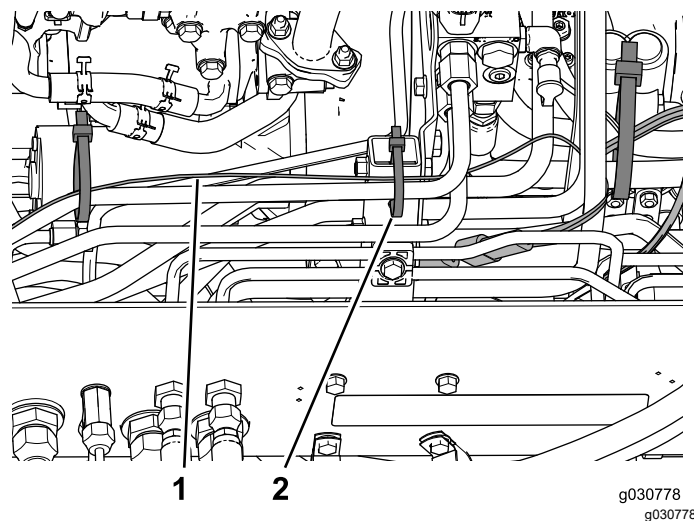
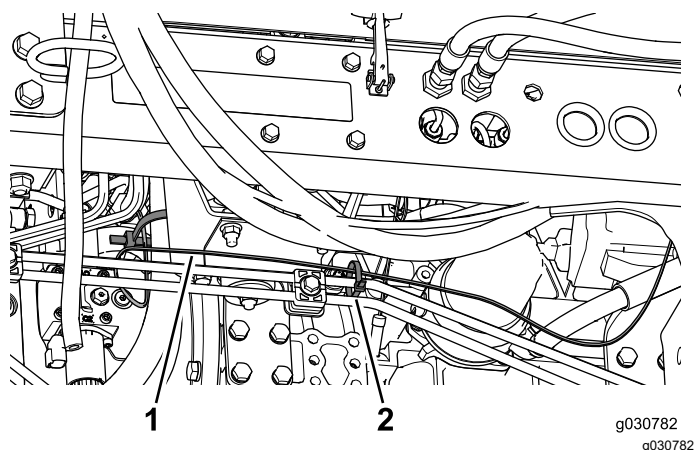

Figure 53
Figure 54
5. Utilisez des serre-câbles pour attacher le faisceau aux flexibles hydrauliques et aux conduits rigides, comme montré à la Figure 53 et la Figure 54.